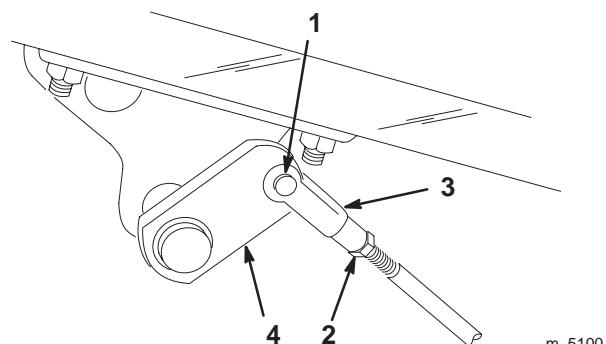

Figure 43
2. Si les freins ne se bloquent pas uniformément, désaccouplez les tiges de frein en retirant la goupille fendue et l'axe de chape (Fig. 43).
3. Desserrez l'écrou de blocage et réglez la chape comme il convient (Fig. 43).
4. Montez la chape sur l'arbre de frein (Fig. 43).